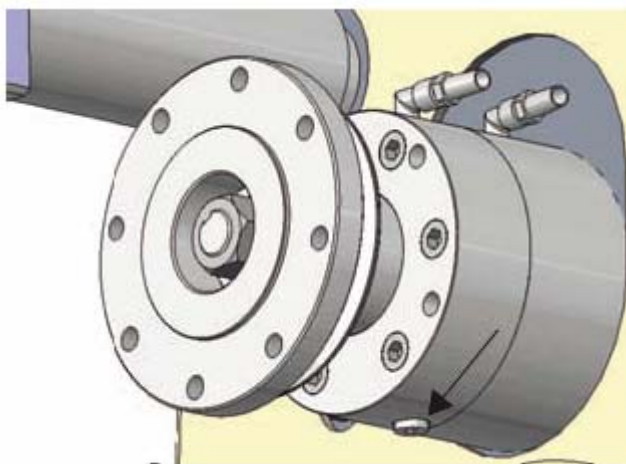

Figura 3. Scarico dell'olio dalla cassa del cuscinetto
2. Se è possibile scaricare anche l'olio dalla cassa del cuscinetto attraverso il tappo di scarico (figura 3).